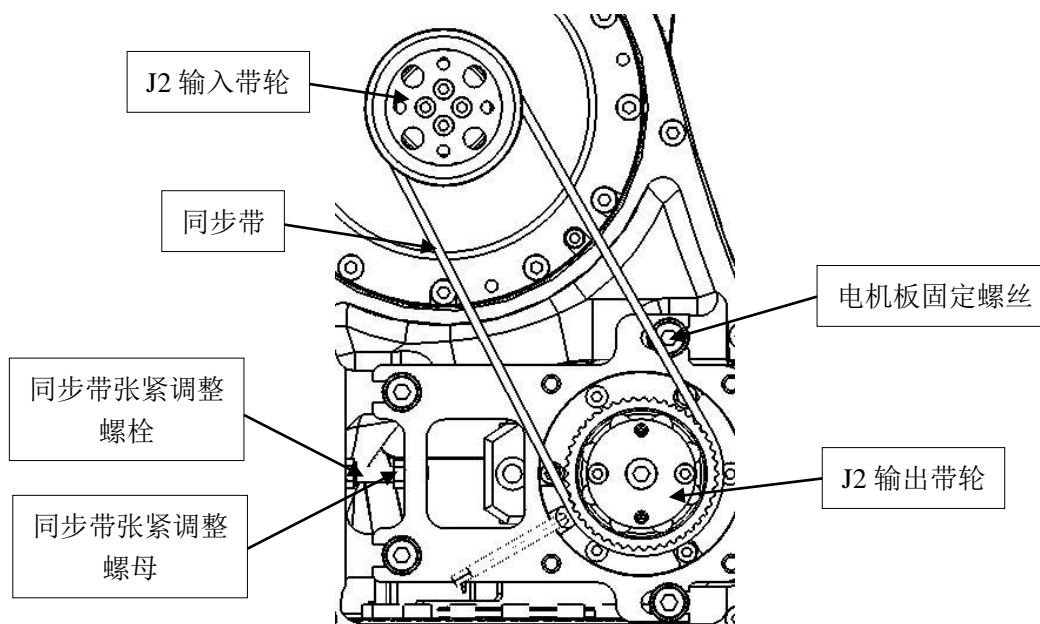

图 4.8 J2 关节同步带维护示意图
- (1) 执行上述“J2 关节同步带的点检”中的 (1) (2) 步骤。
- (2) 稍微拧松图 4.8 中的 4PCS 电机板固定螺丝。
- (3) 拧松用于固定同步带张紧调整螺栓的调整螺母，拧动同步带张紧调整螺栓，进行同步带张力的调节。
- (4) 当认为同步带张紧程度满足要求时，将 4PCS 电机板固定螺丝拧紧，拧紧力为 8NM。
- (5) 利用音波张力仪检测此时同步带频率是否达到表 4.4 中的频率要求，若达到，拧紧调整螺母，此次同步带调整结束，若没达到重复 (2) — (5) 步骤。